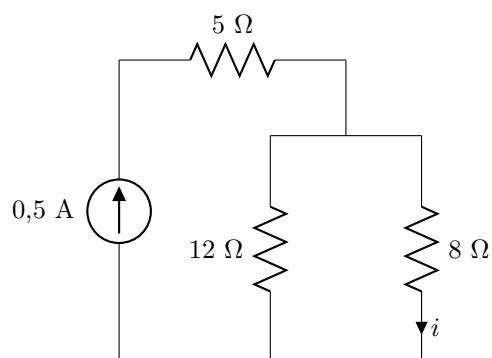

Figura 2.4: Circuito del problema 4.
4. En el circuito de la figura 2.4 halla *i* usando el principio del divisor de corriente y halla la potencia absorbida por el resistor de 12 Ω.